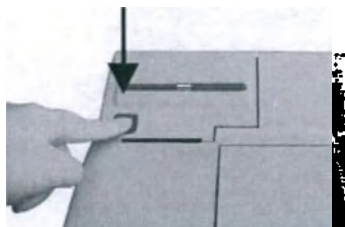

Рис.7-28 Нажмите красную кнопку открытия принтера
1. Нажмите красную кнопку открывания принтера на крышке принтера, чтобы получить доступ к принтеру (Рис.7-28).